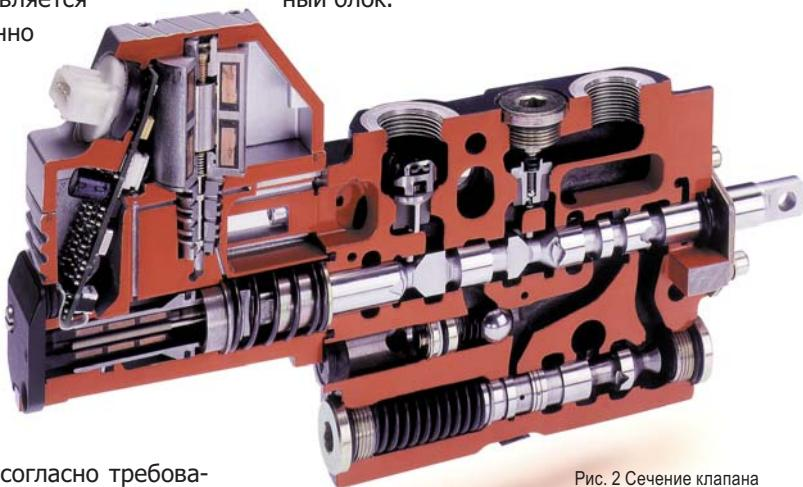

Рис. 2 Сечение клапана SB23-EHS
- Гидравлические элементы (клапаны SB23-EHS - рис. 2, клапан EHR);